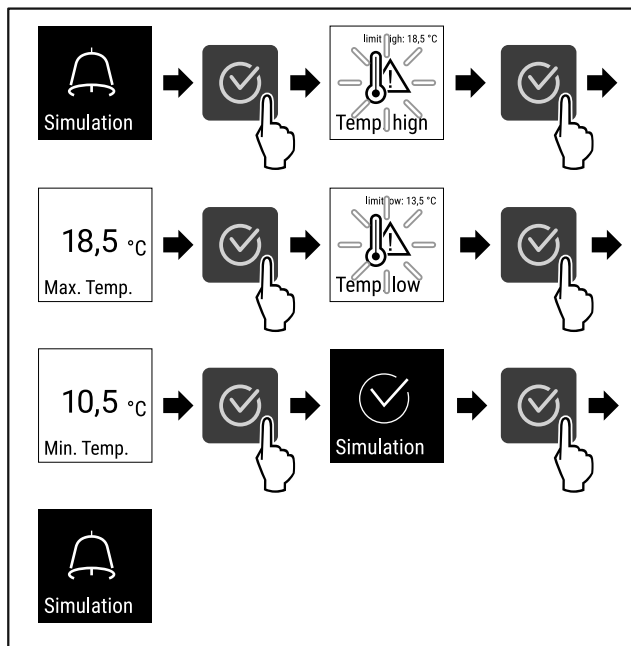

Fig. 144
- Stappen (zie Fig. 144) uitvoeren.